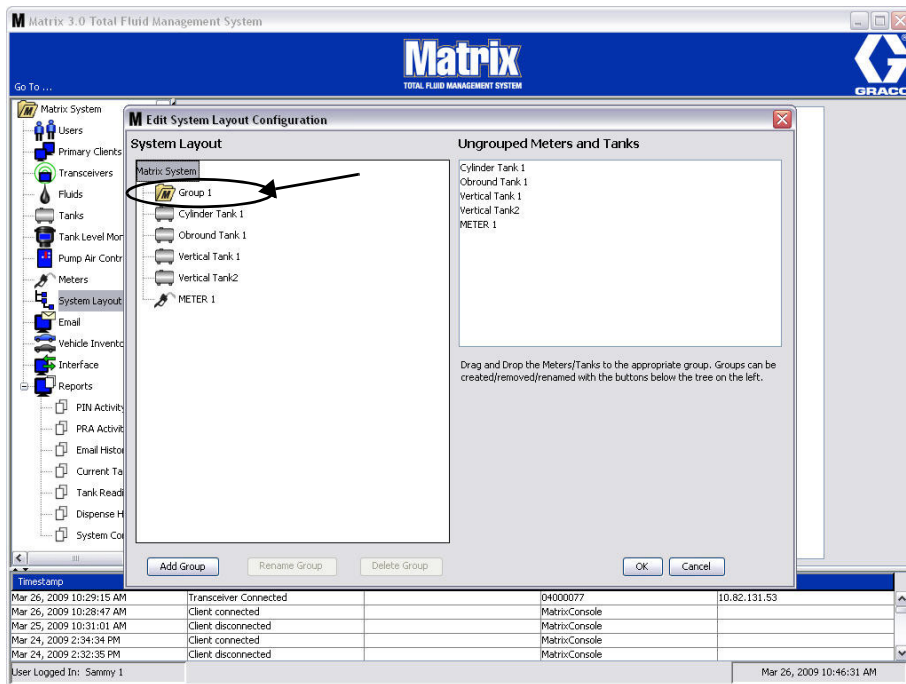

FIG. 127
6. Se agrega la carpeta en la sección Sistema Matrix de la pantalla, tal como se representa en la FIG. 127.